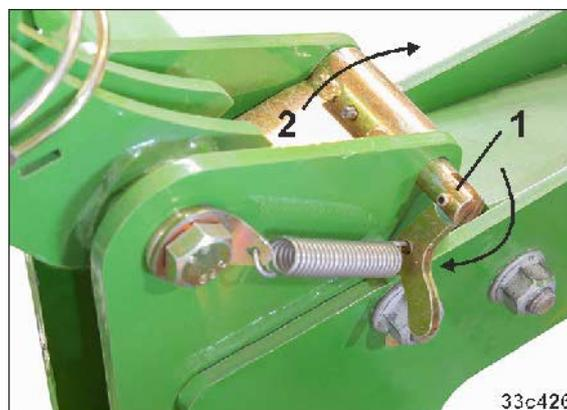

Fig. 184
- Palanca de trinquete en posición de bloqueo (Fig. 184/1)
- El trinquete de cierre indica hacia arriba (Fig. 184/2)